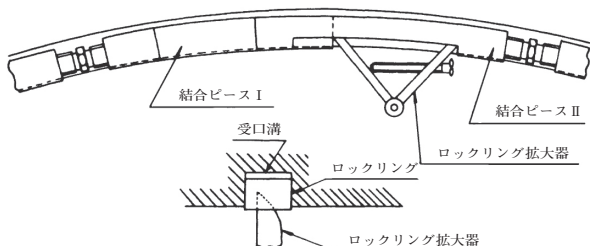

図10 ロックリング拡大器の装着
- (2) 受口溝内ロックリングは、そのままでは自重により管頂部では垂れ下がるので、ロックリング拡大器を図10の位置にセットしてロックリングを拡大し、ロックリングが受口溝内に完全に収まるようにする。